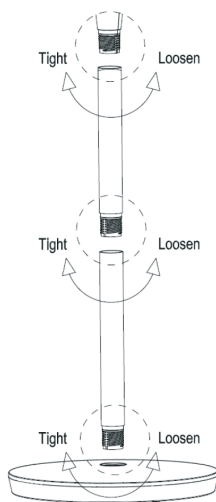
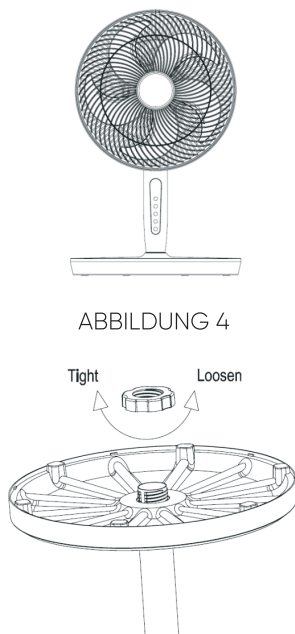

ABBILDUNG 2
ABBILDUNG 3
2. Richten Sie die Basis an der unteren Stange aus, verbinden Sie sie dann wie in Abbildung 2 gezeigt und befestigen Sie sie mit der Mutter in Abbildung 3.
3. Richten Sie den unteren Pol am oberen Pol und am Lüfterkopf aus und verbinden Sie sie dann wie in Abbildung 2 gezeigt.